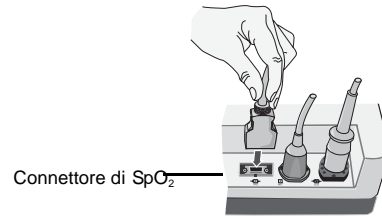

Figura 1
4. Collegare il cavo del paziente al connettore di SpO₂ sul retro del dispositivo M Series (vedere la Figura 1).